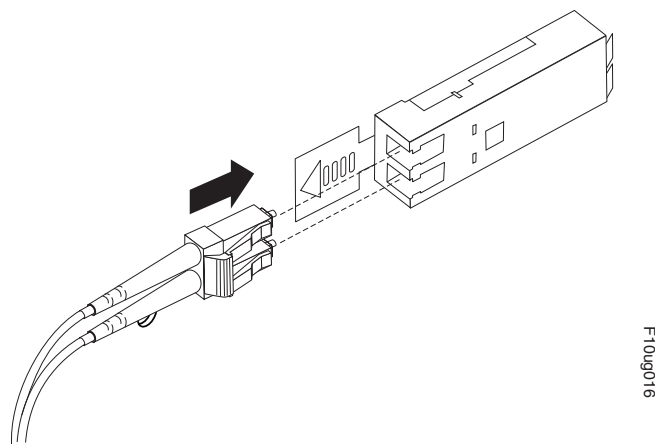

Figura 27. Inserindo um Cabo Fibre Channel LC-LC em um Módulo SFP
4. Insira com cuidado essa extremidade do cabo LC-LC em um módulo SFP instalado no DS5100 e DS5300. O conector do cabo é bloqueado com uma chave para garantir que ele seja inserido no módulo SFP corretamente. Segurando o conector, empurre o cabo até que ele se encaixe na posição, conforme mostrado na Figura 27 na página 59.